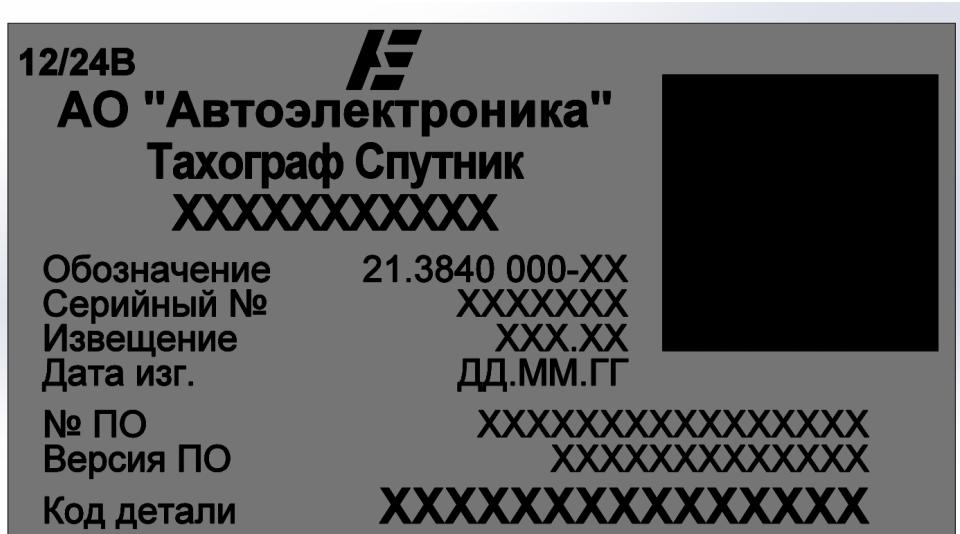

Рисунок 6. Пример этикетки тахографа.
- этикетка с указанием марки тахографа, серийного номера и даты выпуска, которая находится на верхней стороне корпуса (см. Рисунок 6);
- штамп ОТК завода-изготовителя, проставляемый на этикетке (см. Рисунок 6);